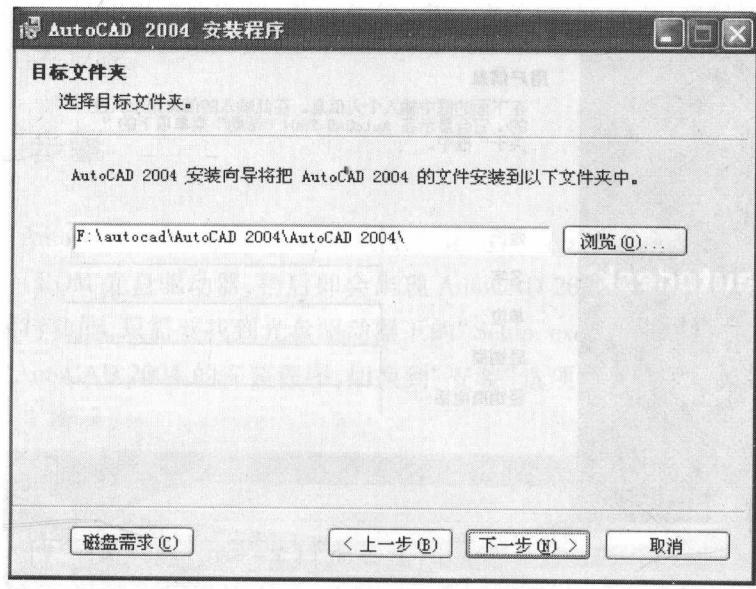

图 1-4 选择目标文件夹
(5) 选择 AutoCAD 2004 装入的子目录,安装向导已经提供了缺省的安装目录,也可以单击“浏览”按钮更换安装目录。如果直接单击“下一步”按钮,将接受系统缺省设置,如图 1-4 所示。